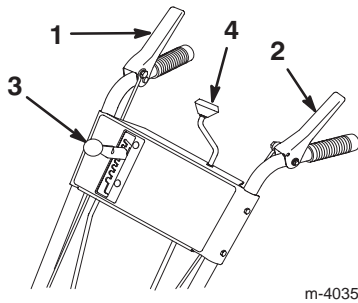

Figure 19
- **Commande de tarière/roue hélice** (Fig. 19)—Pour embrayer la tarière et la roue hélice, serrez la manette contre la poignée du mancheron de droite. Pour les débrayer, lâchez la manette.
- **Commande de traction** (Fig. 19)—Pour embrayer la traction (entraînement des roues), serrez la manette contre la poignée du mancheron de gauche. Pour arrêter la traction, lâchez la manette.
- **Changement de vitesse** (Fig. 19)—Cette commande offre sept vitesses : cinq en marche avant et deux en marche arrière. Pour changer de vitesse, placez le levier dans la position souhaitée. Le levier s'engage dans un cran pour chaque vitesse choisie. Le changement de vitesse peut être dur lorsque la machine doit fournir de gros efforts.
- **Commande d'orientation de l'éjecteur** (Fig. 19)—Tournez la commande d'orientation dans le sens des aiguilles d'une montre pour déplacer l'éjecteur vers la gauche, ou en sens contraire pour le déplacer vers la droite.
3. Relâchez les manettes de tarière/roue hélice et de commande de traction (Fig. 19).
11. Sélectionnez la première (Fig. 19), serrez la manette de commande de traction contre la poignée, puis relâchez-la. Si la déneigeuse se met à avancer avant que vous ayez engagé la manette de commande ou après que vous l'avez relâchée, reportez-vous à la rubrique Réglage de la courroie d'entraînement de traction, page 22.